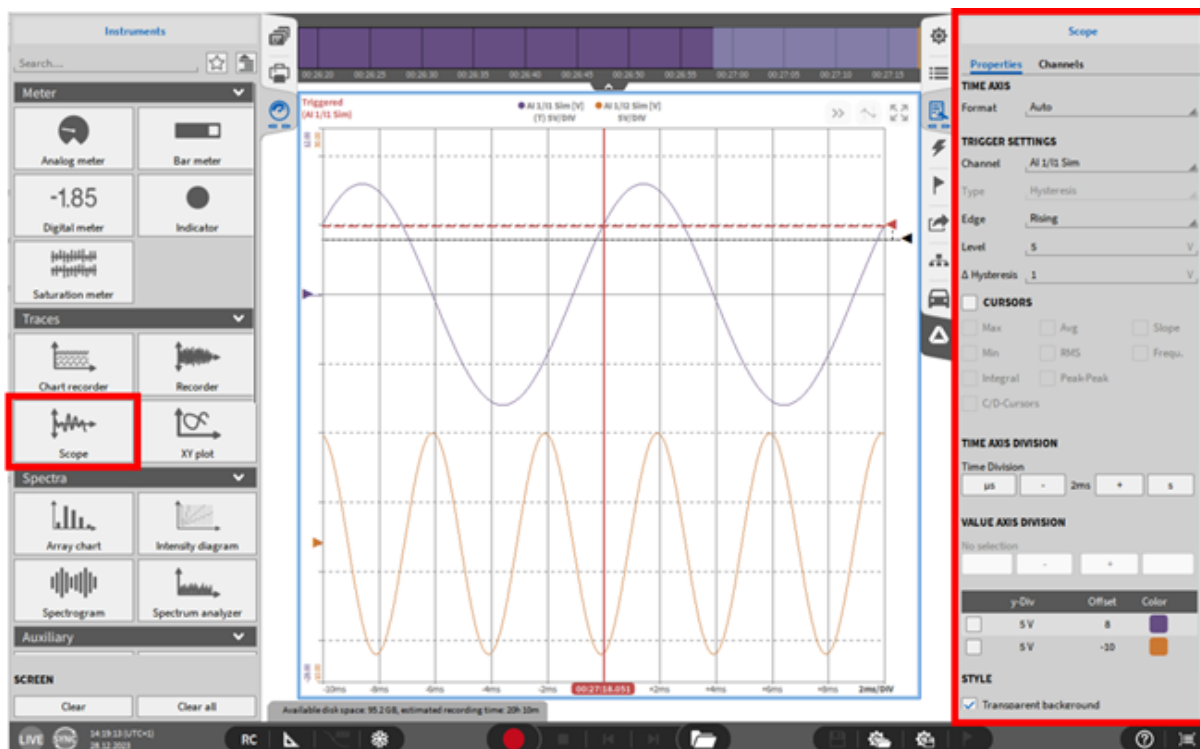
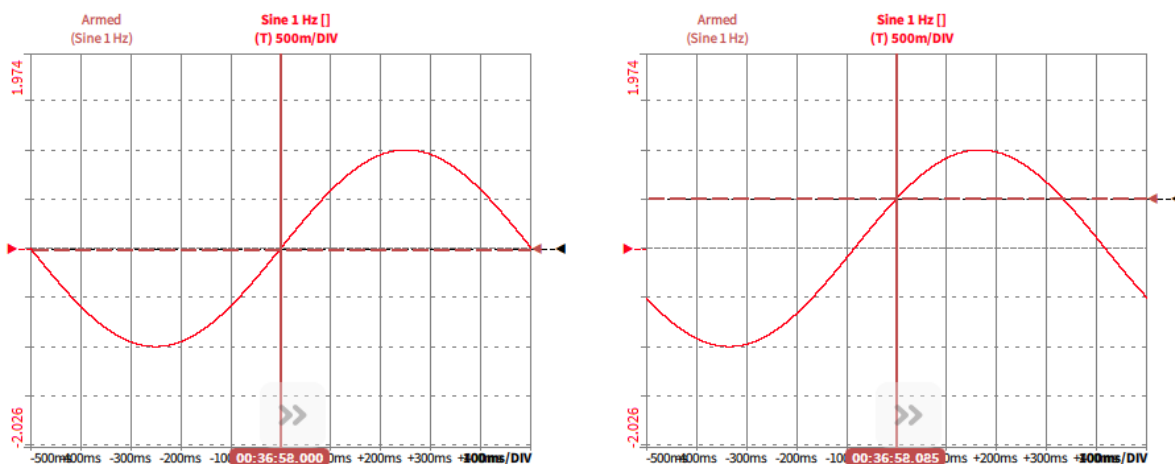

Abb. 8.35: Oszilloskop - Übersicht
Abb. 8.37: Trigger auf die steigende Flanke mit Schwellwert 0 (links) und +0.5 (rechts)
- Der Schwellwert des Triggers kann hier eingestellt werden oder mit dem Level Cursor (siehe Abb. 8.35) jedoch muss der Schwellwert innerhalb des Signalbereichs liegen. Abb. 8.37 zeigt eine 1 Hz Sinuskurve mit einer Amplitude von ± 1 , welche auf eine steigende Flanke getriggert wird mit einem Schwellwert von 0 und +0.5.
- In der Δ Hysteresis Auswahl kann ein Level definiert werden, welches überschritten werden muss, bevor ein neuer Trigger ausgelöst wird. Dies kann unerwünschte Triggerereignisse durch Rauschen verhindern. Das Δ Hysteresis-Level kann auch mit dem Hysteresis Cursor definiert werden (siehe Abb. 8.35).
- Offset Cursors (siehe *Abb. 8.35*) können verwendet werden um die angezeigten Signale vertikal zu verschieben. Diese Funktion beeinträchtigt nicht die Phasengenauigkeit.